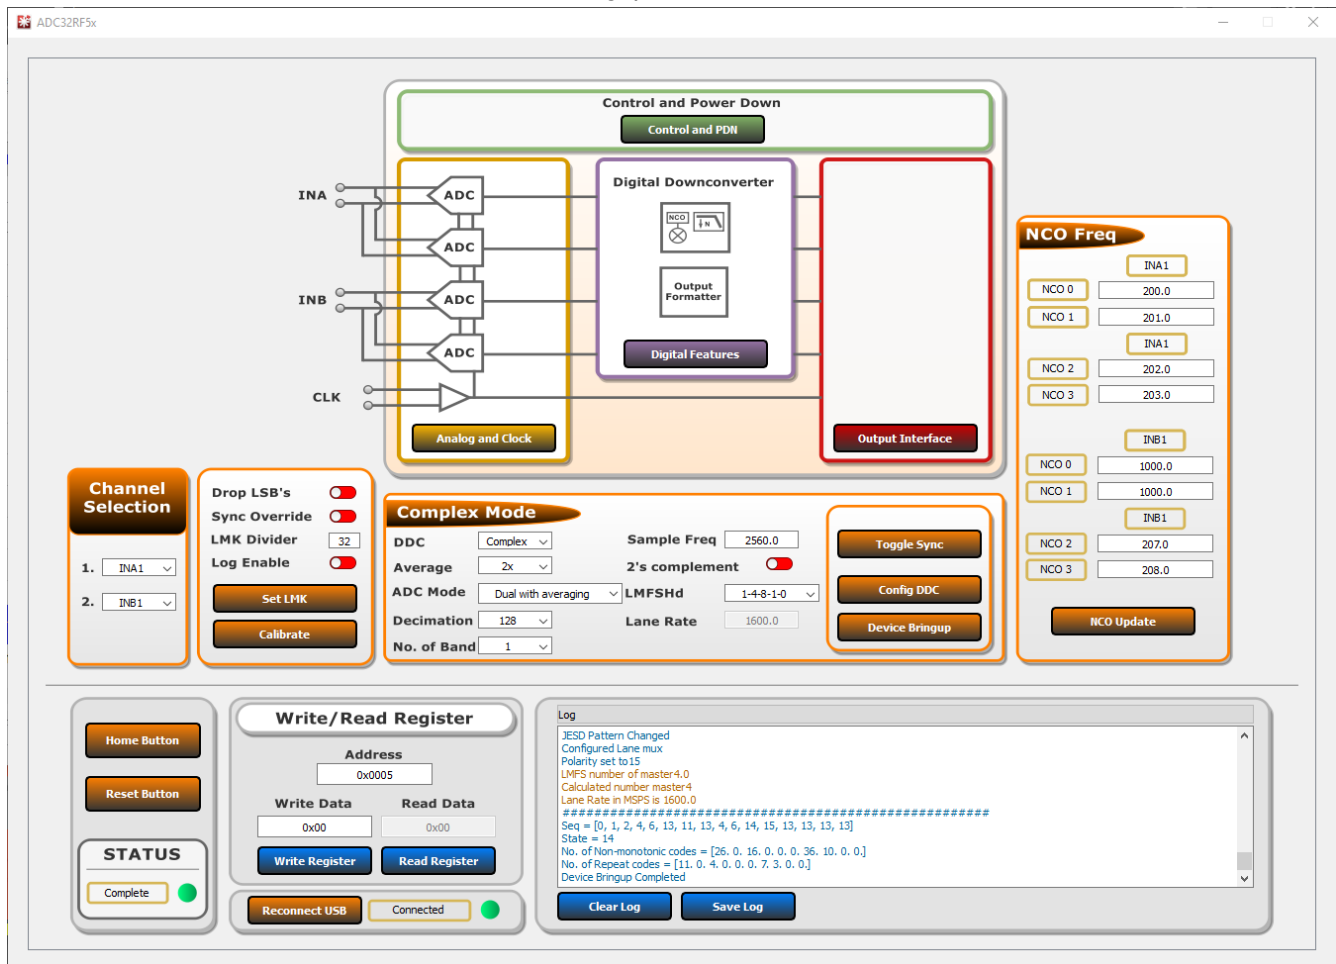

图 3-10. ADC32RF5xEVM GUI，128x 复杂抽取，1GHz NCO
8. 验证并匹配这些设置后图 3-10，按 *Device Bringup* 按钮。